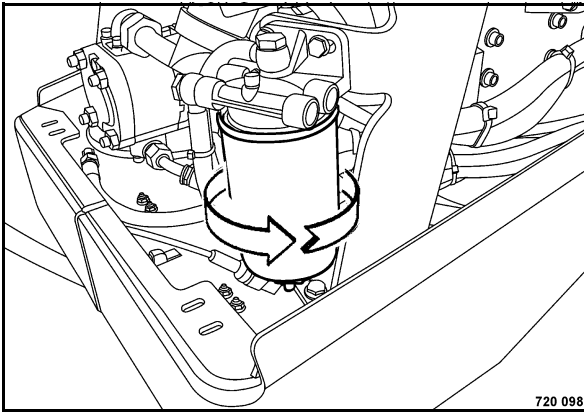

Рис. 114
- Нанести тонким слоем топливо на уплотнения и затянуть новый топливный фильтр (Рис. 114) рукой.